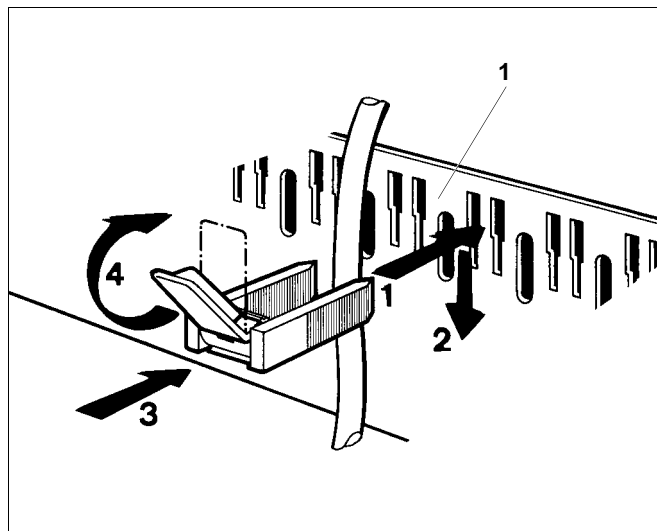

Рис. 16 Крепление провода хомутом
- Вставьте хомут с вложенным в него проводом сверху в шлицы рамки (рис. 16, **поз. 1**); пластинка рычага при этом должна быть направлена вверх (рис. 16, **шаг 1**).
- Сдвиньте хомут вниз (рис. 16, **шаг 2**).
- Нажмите (рис. 16, **шаг 3**).
- Поверните рычажок вверх (рис. 16, **шаг 4**).